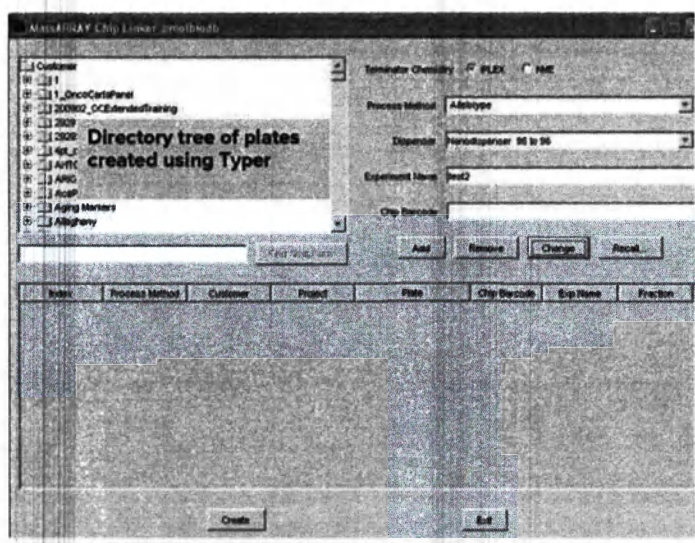

Рис. D.1. Окно Chip Linker
- Отображается окно **Chip Linker** (Рис. D.1).